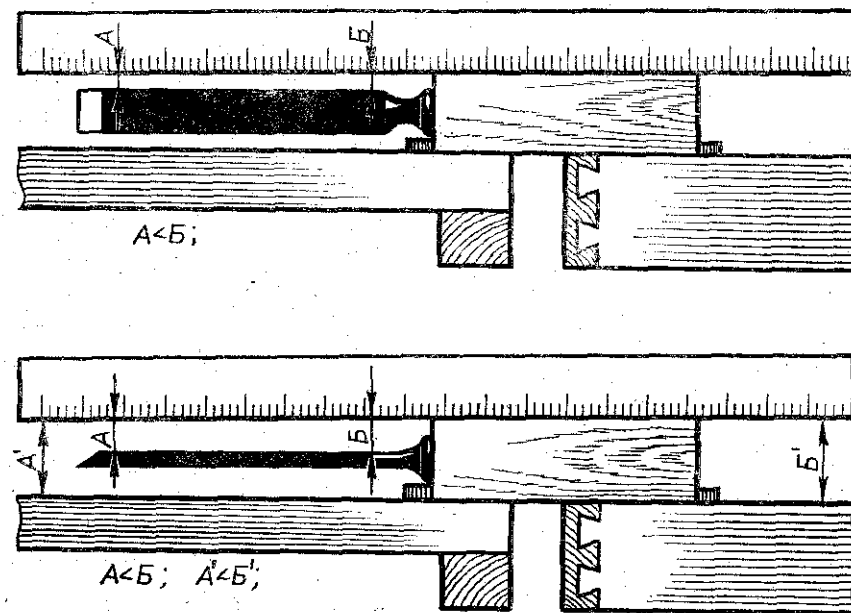

Рис. 14. Контроль при изготовлении ручки стамески.
3. Проверить правильность работы (рис. 14).